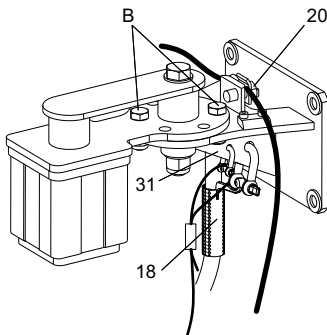

Рис. 10 Кронштейн верхнего крепления с подъёмным и страховочным тросами и кабельным разъёмом
21. Прикрепите кабельный разъём (18) к кронштейну верхнего крепления с помощью скобы и протяните через него силовую кабель, насколько это необходимо. См. рис. 10. Силовой кабель должен быть слегка натянут.
22. Снимите подъёмный трос с лебёдки и зафиксируйте его зажимом (20, рис. 10) на кронштейне верхнего крепления. Подъёмный трос должен служить разгрузкой для силового кабеля. По этой причине всегда натягивайте подъёмный трос.